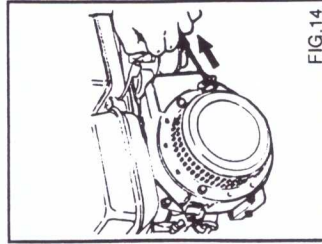

FIG. 14
- 4) Avviare il motore a scoppio tirando la fune autoavvolgente (fig. 14)